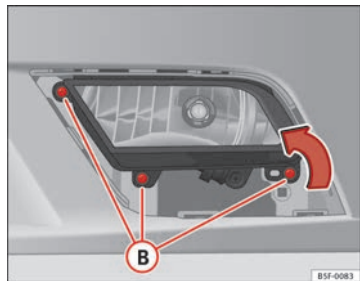

Abb. 141 Nebelscheinwerfer
- Entfernen Sie die Schrauben (3x) ⇒ Abb. 141 (B), um den Nebelscheinwerfer herauszunehmen.